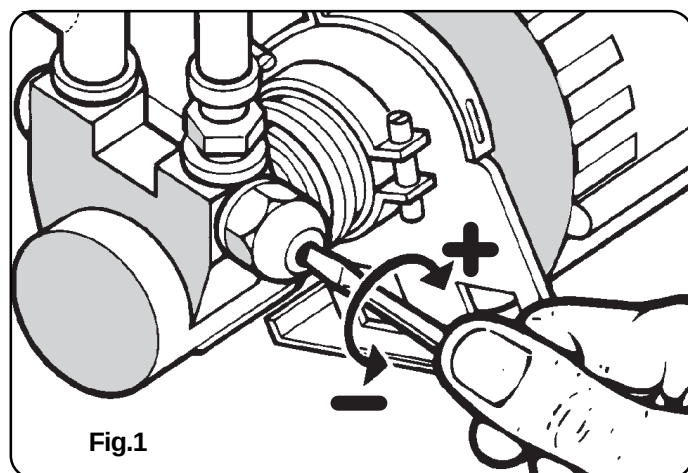

Fig.1
La bomba tiene una válvula by-pass que sirve para regular la máxima presión de envío, la presión se ha tarado a 3,5 bars y puede modificarse por medio del tornillo (G) ubicado sobre la bomba (véase fig.1).